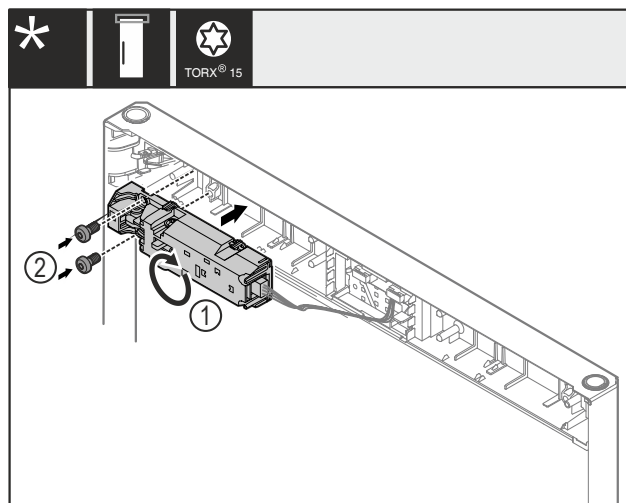

Fig. 22
- Gire el cierre a distancia Fig. 22 (1) 180° y móntelo en el lado opuesto.
- Fije el cierre a distancia Fig. 22 (1) con tornillos Fig. 22 (2).